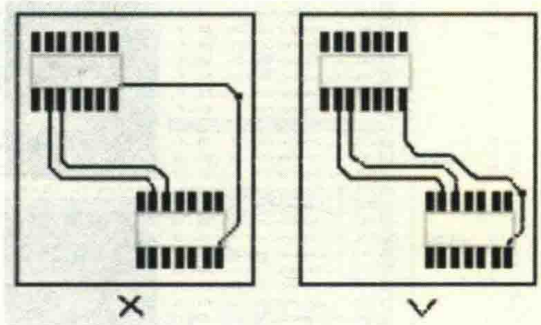

图 12-64 环路面积的检查与优化
(2) 减小信号环路面积。如图 12-64 所示，走线经常会包裹一个很大的环路，环路会造成其对外辐射的面积增大，同样吸收辐射的面积也增大，走线优化的时候需要进行优化处理，减小环路面积，这个一般是按快捷键“Shift+S”单层显示之后人工检查。